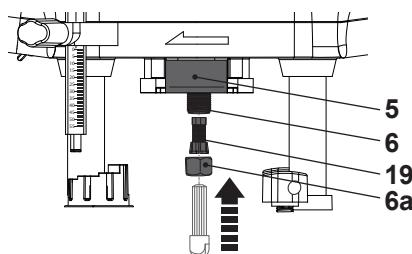

Fig. 4
> Comprove que as pinças de sujeição (19) são adequadas para a ferramenta de fresagem selecionada. Caso contrário, retire a porca de fixação (6 a) e as pinças de sujeição (19) do porta-ferramentas (6). Insira umas pinças de sujeição adequadas (19) e volte a colocar a porca de fixação (6a) (Fig. 4).
> Insira a ferramenta de fresagem nas pinças de sujeição (19) até à marcação "K" na haste. Se não houver uma marca, insira a haste pelo menos 20 mm para dentro das pinças (19) (Fig. 4).